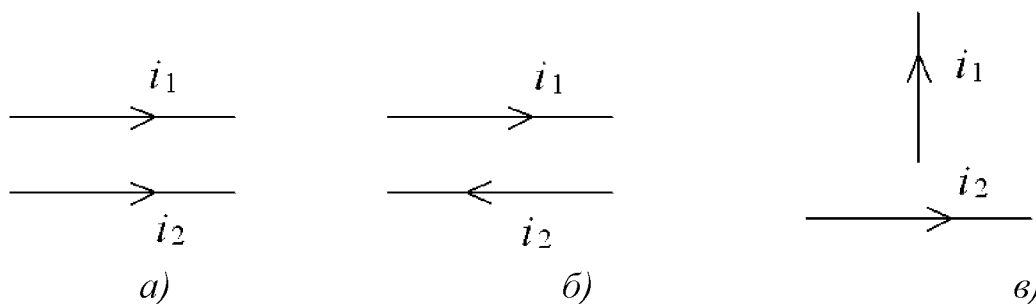

Рис. 2.2
2.2.13. Укажите направления ЭДУ, действующих на проводники с токами с направлениями, указанными на рис. 2.2. Дайте необходимые пояснения.